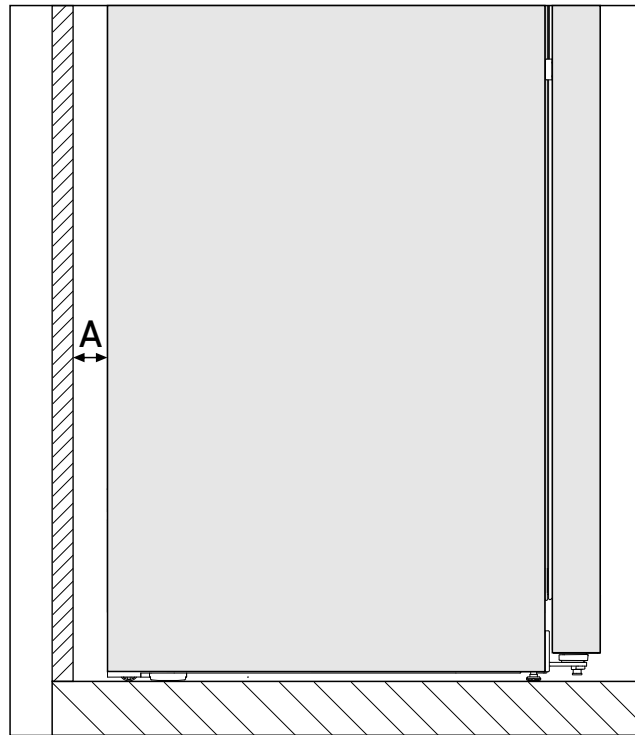

Fig. 3 *
Spotřeba energie byla zjištěna s ohledem na vzdálenost od stěny Fig. 3 (A) mezi zadní stranou spotřebiče a stěnou. Pokud je vzdálenost od stěny menší než Fig. 3 (A), nemá to žádný vliv na funkčnost spotřebiče, avšak při menší vzdálenosti od stěny se mírně zvýší spotřeba energie.